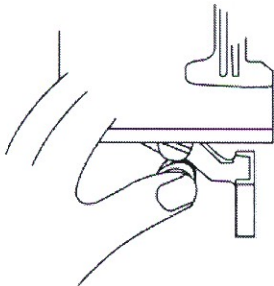

Figura 15
- Pressione o botão até o final e mantenha-o pressionado, como indicado na Figura 15.